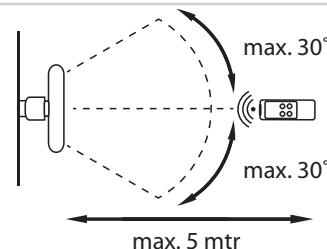

Figura 3
- La distancia entre el aparato y el mando a distancia que, no debe ser más de 6 metros. (Véase Figura 3).
- Apunte el mando a distancia hacia el aparato y asegúrese de que el ángulo es menor de 30 grados. (Véase Figura 3).